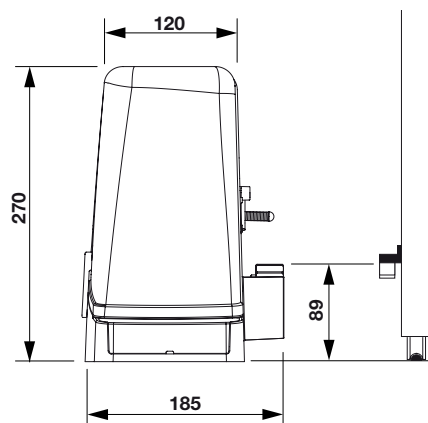
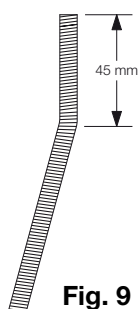

Fig.3
Fig. 9
- En se référant à la Fig. 3, vérifier les encombrements maximum et minimum indiqués dans les valeurs A et B.
Dans la fig. 3 sont indiquées les dimensions principales d'encombrement du motoréducteur muni de guide.
a) si la crémaillère est pré-installée à une valeur supérieure à celle indiquée dans la Figure 3, ou si de l'eau peut stagner, il faut surélever la plaque de fondation; dans cette éventualité plier les barres à une hauteur de 45 cm environ comme cela est illustré dans la Figure 9.